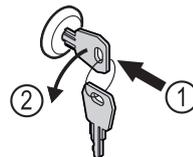

Fig. 172
- ▶ Schlüssel hineindrücken. Fig. 172 (1)
- ▶ Schlüssel um 90° gegen den Uhrzeigersinn drehen. Fig. 172 (2)